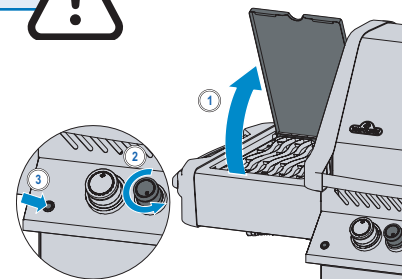

Рис. 2
4. Если горелка не зажигается в течение 5 секунд - поверните ручку управления горелкой по часовой стрелке в положение ВЫКЛЮЧЕНО. Подождите 5 минут. Повторите шаги 2 и 3. (Рис. 2)